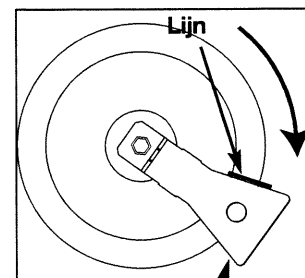

Fig. 4
- ⇨ Draai de sleutel in wijzerzin rond tot de lijn aan de andere zijde van de sleutel verschijnt (fig. 4).